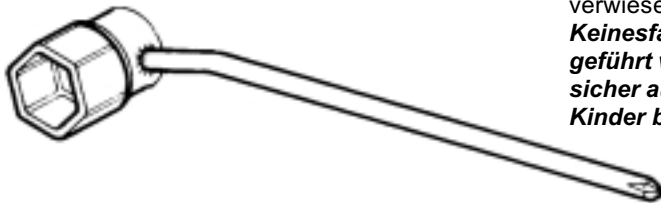

Fig. 1
E' dunque opportuno seguire scrupolosamente la scheda di manutenzione periodica riportata qui di seguito. Per le operazioni di maggiore evenienza viene fornito un attrezzo multiuso che comprende chiave candela / cacciavite a croce vedi fig.1.
*Für häufiger durchzuführende Arbeiten wird ein Mehrfachwerkzeug beigelegt, das einen Zündkerzenschlüssel und einen Kreuzschlüssel beinhaltet, siehe Abb. 1. Für Ihre eigene Sicherheit und die der anderen, sowie, um die korrekte Funktion des Fahrzeugs zu garantieren, ist es unerlässlich, die ordentlichen Wartungseingriffe mit einer Regelmässigkeit vornehmen zu lassen, wie sie der Tabelle auf Seite **157** dieses Handbuchs zu entnehmen ist.*
A multi-purpose tool is provided for the most common jobs – this tool combines a sparking plug wrench and a cross-headed screwdriver – see fig.1.
*Pour les opérations urgentes, se servir de l'outil multifonctions fourni avec le véhicule et composé de la clef à bougie / le tournevis cruciforme (voir fig.1). Vous devez absolument faire effectuer, aux échéances programmées dans le tableau de la page **159**, les interventions d'Entretien de Routine. Celles-ci permettront d'assurer aussi bien votre sécurité que celle des autres et de garantir le bon fonctionnement du véhicule. **La non-exécution de ces interventions peut compromettre le bon fonctionnement du véhicule avec toutes les conséquences que cela impliquerait. Pour toute information concernant les modalités d'application de la garantie, consulter le "Livret de Garantie et de Service".** Evitez, en tout cas, d'effectuer tout entretien si vous n'êtes pas parfaitement en mesure de les effectuer en sécurité. **N'oubliez pas que GRIZZLY est un véhicule destiné aux enfants!***
Para las operaciones más frecuentes se ha suministrado una herramienta multiuso que incluye llave de bujías / destornillador de cruz (ver fig. 1).